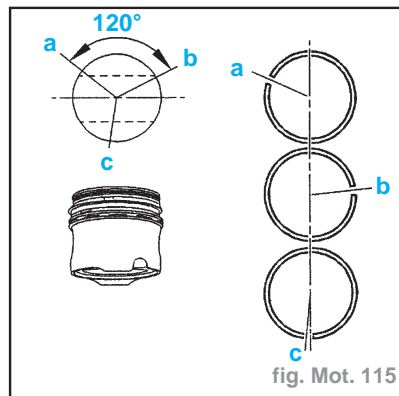

fig. Mot. 115
- Reposer les segments (comme indiqué) (fig. Mot. 115).